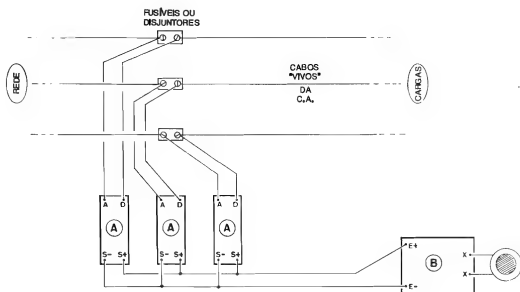

Fig.8
- FIG. 8 - UMA INSTALAÇÃO TÍPICA, COM MONITORAÇÃO DE MÚLTIPLOS FUSÍVEIS/DISJUNTORES... - O diagrama mostra, com clareza, como deve ser feita a instalação
Devido aos reduzidos custos finais, mesmo em sistemas que monitorem simultaneamente vários ruptores, no caso de instalações industriais ou profissionais muito amplas, nada impede (muito pelo contrário...) que conjuntos do APFD sejam setorizados, usando-se um conjunto completo (como no exemplo da FIG. 8) junto a **cada** quadro de força ou de distribuição existente na rede de energia do local...